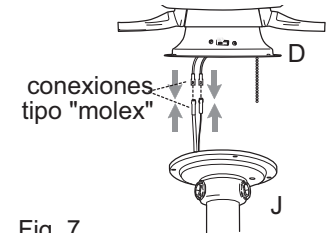

Fig. 7
7. Conecte el cable **AZUL** de la caja del interruptor (D) al cable **NEGRO** del conector para el juego de luz (J). Conecte el cable **BLANCO** de la caja del interruptor (D) al cable **BLANCO** del conector para el juego de luz (J). Asegúrese de que las conexiones tipo "molex" se conecten bien. [Fig. 7]